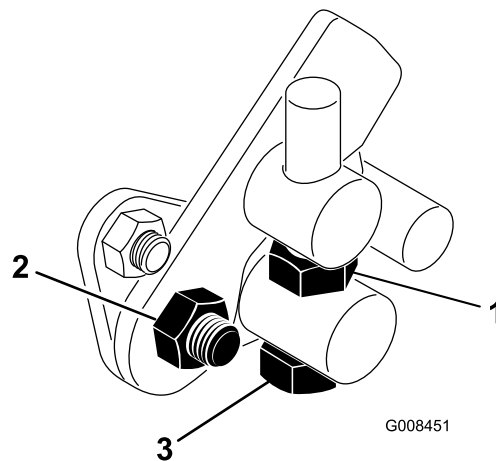

図 44
1. トラニオンボルトのジャムナットをゆるめる図 44。
4. トラニオンボルトのジャムナット、およびペダルピボットのナットを締め付けて調整を固定する図 44。調整を確認し、必要に応じて再調整する。